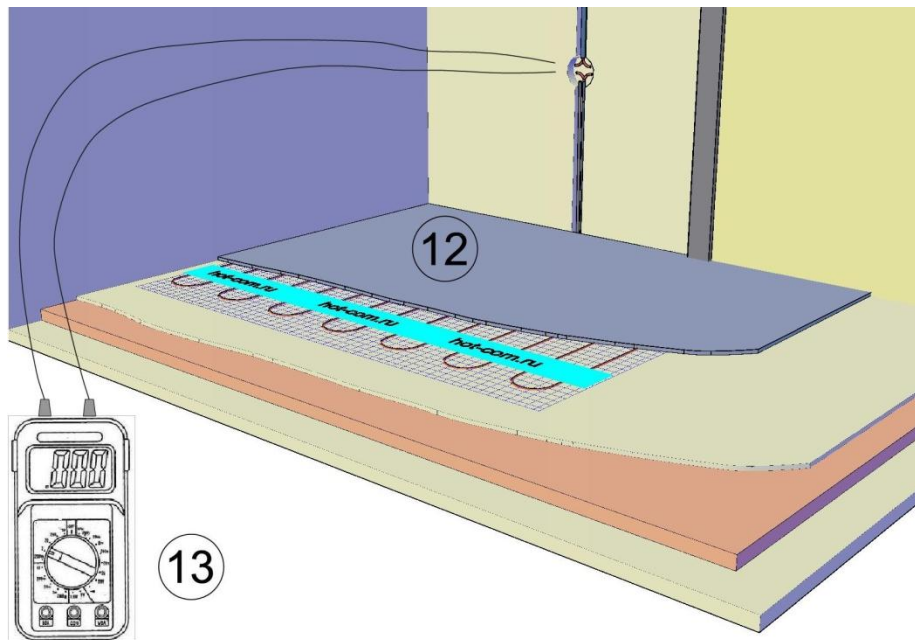

Рисунок 7
7. Равномерно залейте нагревательный мат тонким слоем плиточного клея или иного аналогичного клеевого цементно-песчаного раствора (Рис.7. п.12).
После заливки нагревательного мата снова замерьте омическое сопротивление для подтверждения отсутствия повреждений (Рис.7. п.13).